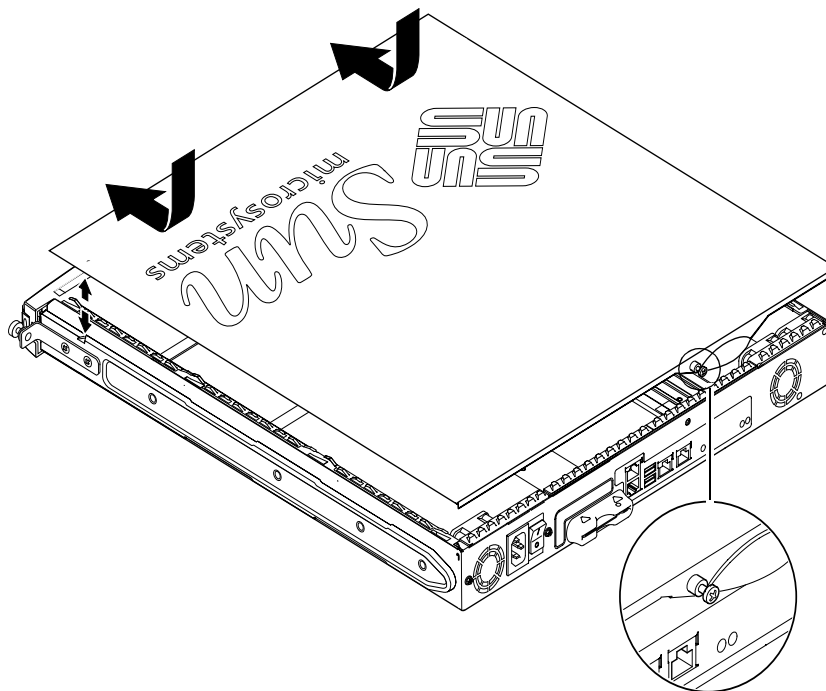

図 8-4 上面カバーの取り付け
6. 本体のカバーを元どおりに取り付け、脱落防止機構付きねじを締めます (図 8-4 を参照)。